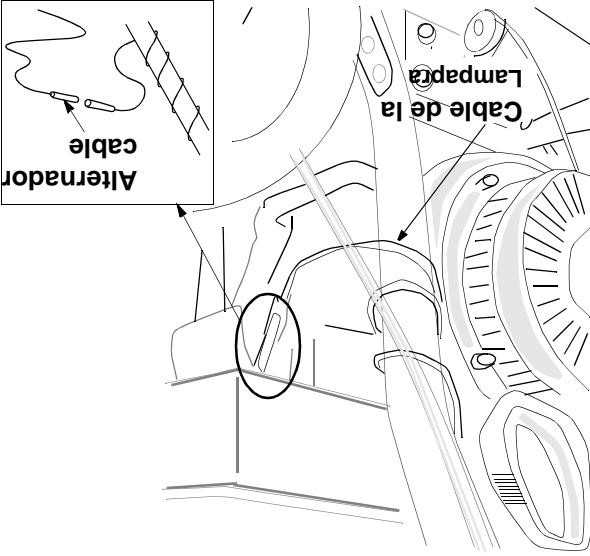

Figura 15
- Envuelva el cable de la lámpara hacia abajo del mango derecho. Enchufe el cable dentro del cable guía del alternador debajo del tanque de combustible. Vea la Figura 15.